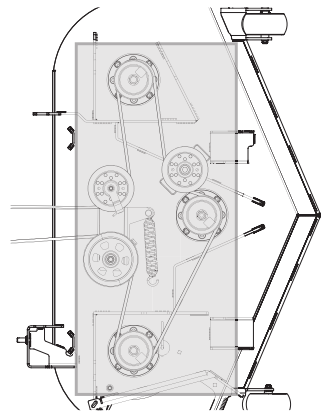

Figura 36
- Limpie la parte superior de la plataforma de corte, debajo de las cubiertas de husillos y del área de correas. Consulte la Figura 36.